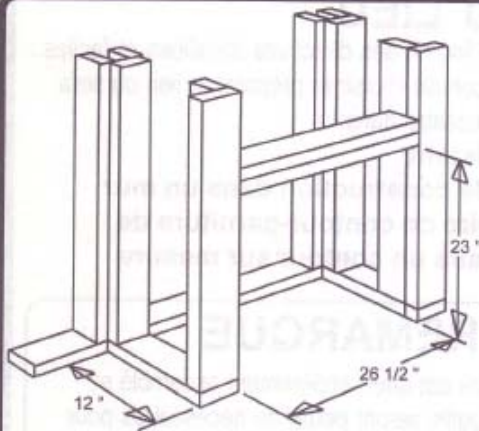

FIGURE 3
4. Utiliser les colombages pour cadrer une ouverture de 67,3 de largeur sur 58,4 cm de hauteur (26,5 x 23 po), tout en laissant 30,5 cm (12 po) de profondeur. (Se servir de la FIGURE 3 à titre d'exemple.)